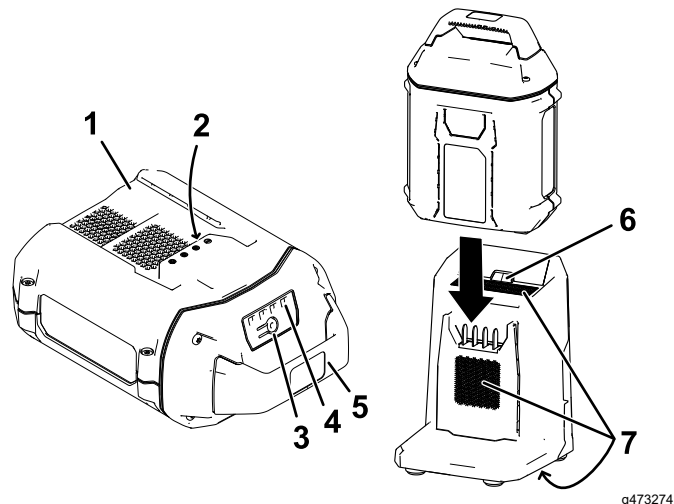

Figure 23
2. Placez le creux de la batterie (Figure 23) devant la languette du chargeur.
3. Insérez la batterie dans le chargeur jusqu'à ce qu'elle soit complètement enclenchée (Figure 23).